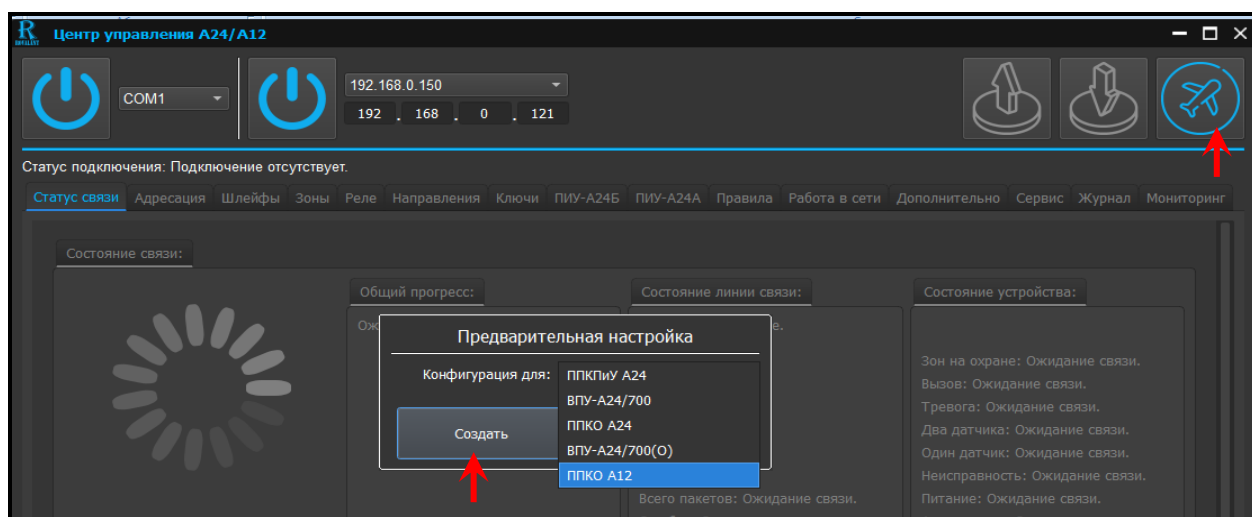

Рис. 13. Скриншот программного окна «Центр управления A24/A12» в режиме «Off-line»
- в выпадающем меню «Предварительная настройка» необходимо выбрать тип устройства, для которого будет создаваться новая конфигурация, и нажать клавишу «Создать» (см. рисунок 13);